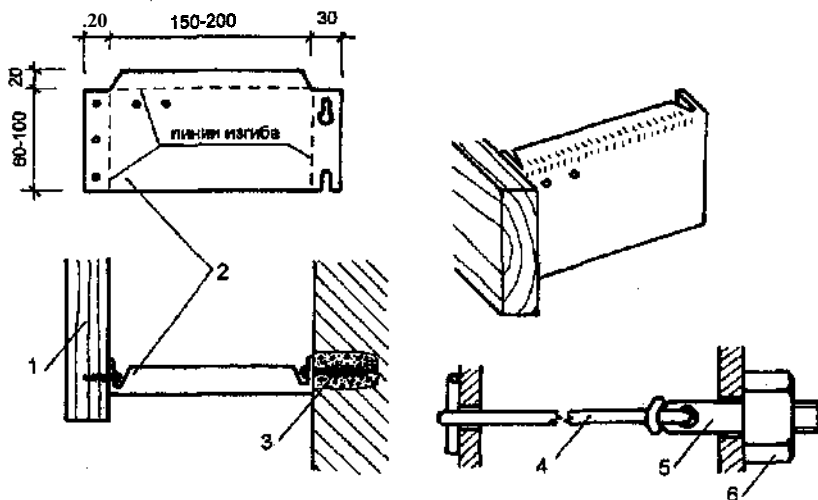

Рис. 192. Оконный карниз: 1 — доска; 2 — металлический кронштейн; 3 — шуруп, закрепленный омоноличиванием; 4 — струпа; 5 — стальной вит; 6 — гайка
**Оконные и дверные карнизы.** Оконные и дверные карнизы (рис. 192) можно сделать из доски толщиной 20—30 мм (толщина доски, кронштейна и диаметр струи зависят от длины карниза), шириной 80—150 мм и длиной, превышающей проем на 300 мм. Если окно расположено в торцовой (меньшей) стене, то карниз лучше сделать на всю стену. Желательно закрыть карнизом и трубы отопления.